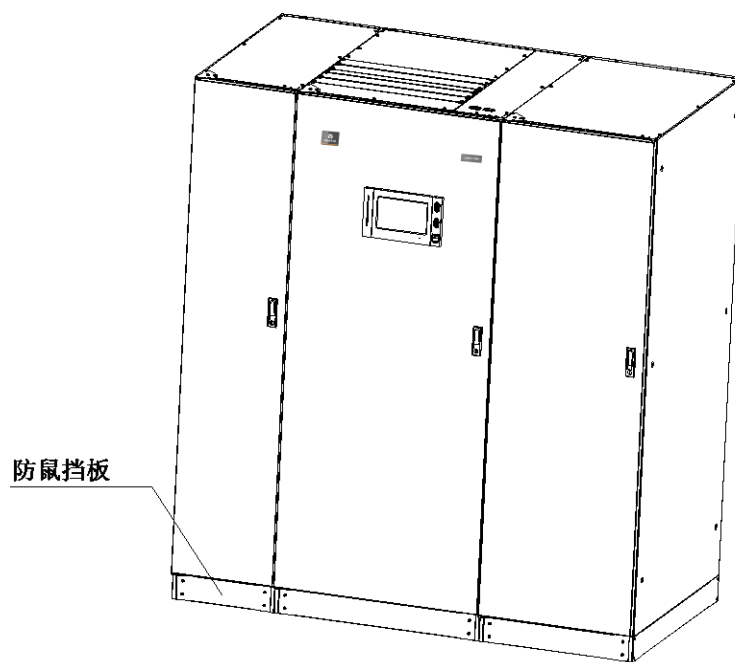

图2-3 拆除防鼠板
2. 如图 2-3 所示，拆除机柜底部的防鼠挡板。当 UPS 安装就位后，需恢复挡板。